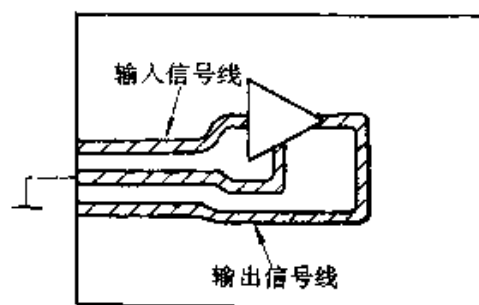

图 3-10
② 在两条可能引起互相干扰而又无法远离的信号线之间,可以设置一条地线或电源线(对交流等效于地),如图 3-10 所示,利用地线的隔离作用提高电路工作的稳定性。